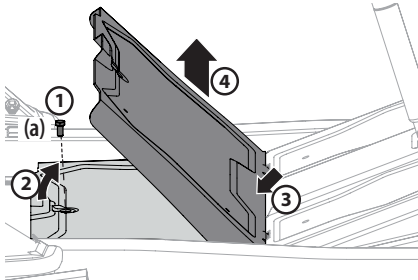

Figura 24
1. Con una herramienta para usos múltiples o una llave de cubo de 1/2", extraiga el tornillo de cabeza hexagonal (a) que sujeta el panel de piso en su lugar. Consulte en la Figura 24.
2. Levante con cuidado la parte trasera del panel de piso. Consulte en la Figura 24.
3. Para liberar el frente del panel de piso, deslícelo hacia atrás. Consulte en la Figura 24.
4. Levántelo para separarlo del tractor. Consulte en la Figura 24.